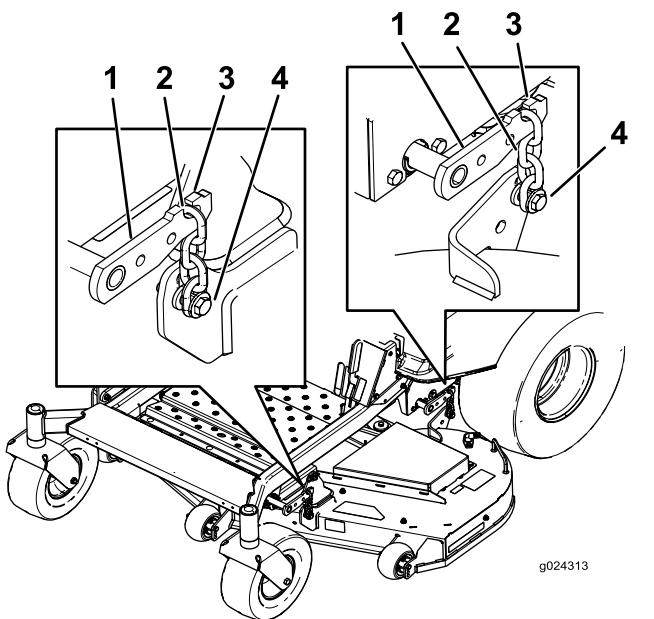

Figure 76
5. Desserrez les boulons de réglage aux 4 coins de sorte que le plateau repose bien sur les 4 cales (Figure 76).
6. Vérifiez que les 4 chaînes sont tendues (Figure 76).
7. Resserrez les 4 boulons de réglage (Figure 76).